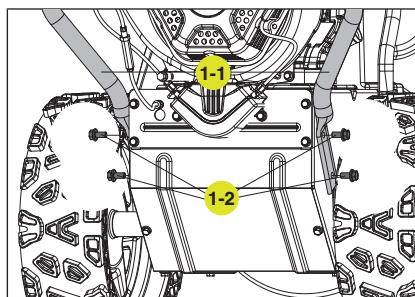

Figure 1
1. Fixez la partie inférieure du guidon (1-1) sur le corps de la machine au moyen de 4 boulons autotaraudeuse (1-2) en utilisant l'outil inclus ou vorte proper cle de 13mm (fig. 1).